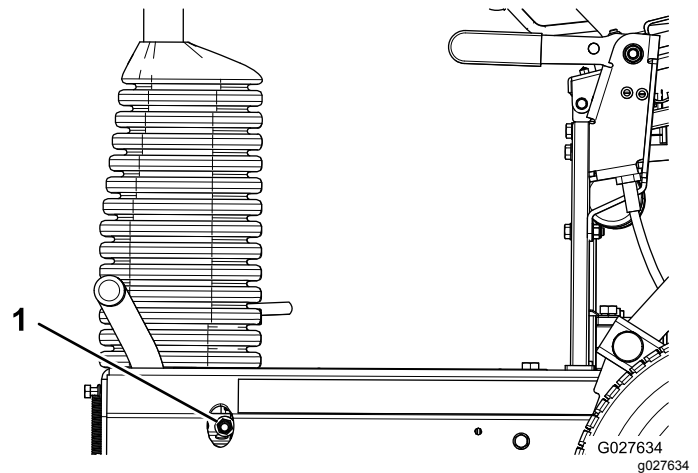

Figure 37
- Pour accroître la force du frein, serrez son contre-écrou (Figure 37).
- Pour réduire la force du frein, desserrez son contre-écrou (Figure 37).